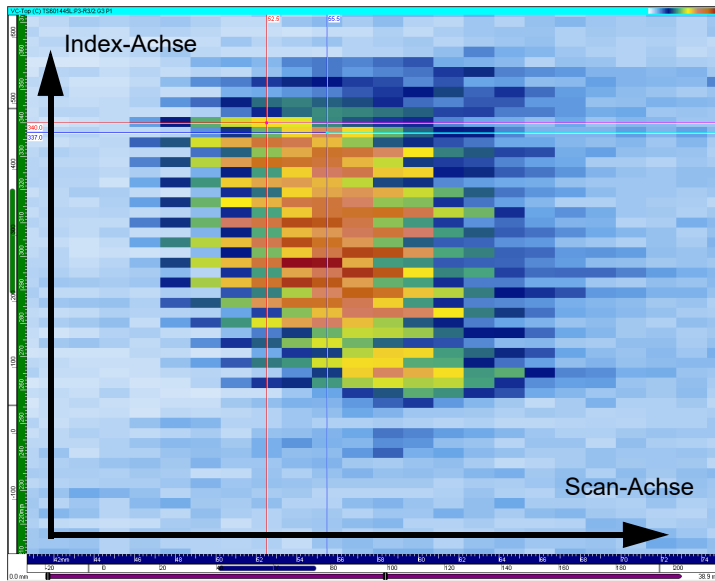

Abbildung 7-82 Position der Cursors
2. Zeigen Sie eine C-Bild-Ansicht, eine Draufsicht (C) oder eine für das Volumen korrigierte Draufsicht (C) an.
3. Bewegen Sie den Referenz- und Messkursor auf dem Raster der Prüfmechanik, um die gewünschte Korrektur für die Scan- und Index-Achse durchzuführen (siehe Beispiel in Abbildung 7-82 auf Seite 450).